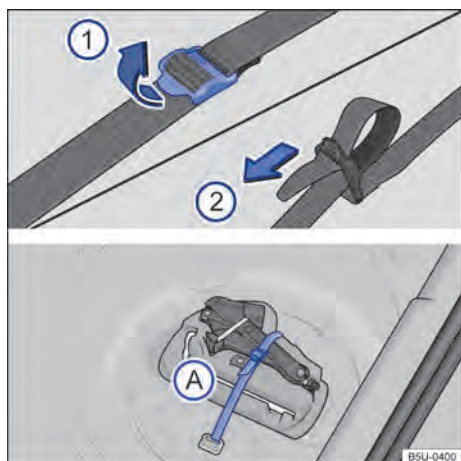

Fig. 128 No compartimento de bagagem: cinta de fixação da caixa de ferramentas e caixa de ferramentas de bordo.
Para soltar a cinta de fixação → Fig. 128 (A), puxar a fivela no sentido da seta ①.